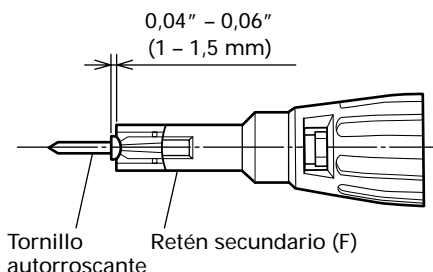

Fig. 6
(3) Para tornillos autorroscante de grandes (Fig. 6)